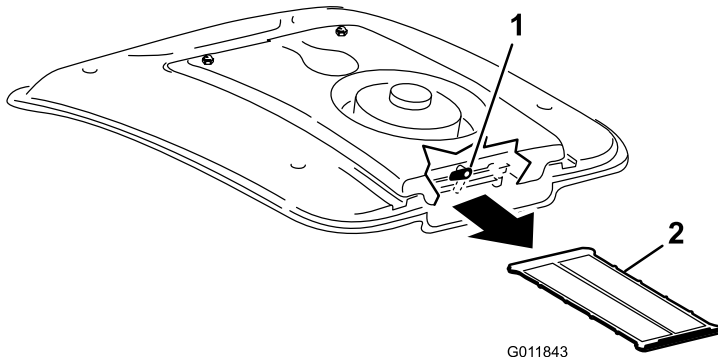

Bild 105
2. Drehen Sie den Riegel hinten an der Lüfterbefestigung zur Seite (Bild 105).
3. Schieben Sie das Klimaanlagegitter unter der Klimaanlageenspule heraus (Bild 105).
4. Reinigen Sie das Gitter gründlich mit Druckluft (Bild 105).